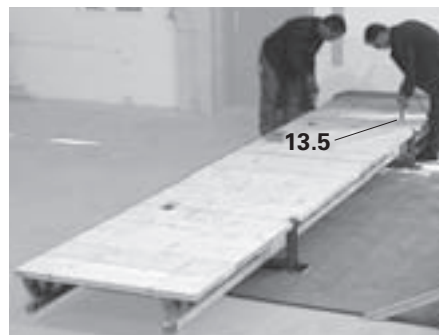

Fig. A2.09
4. Fixar o restante assoalhamento. (Fig. A2.09)